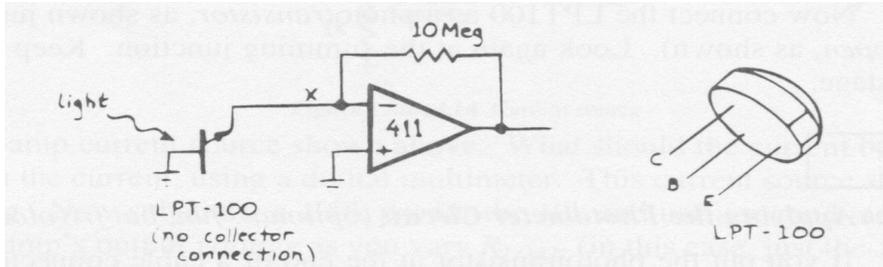
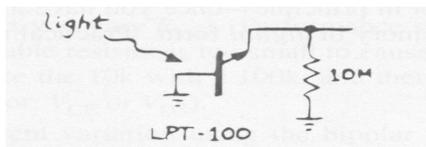

Figure 12: Circuito con photodiode
Figure 13: Un circuito con photodiode meno performante
a) *photodiode* Usare un phototransistor LPT100 (o similari, quali un FPT100 o FPT110: i pinout sono simili a quelli del LPT100) come un *photodiode* nel circuito di fig 12. Controllare il segnale di output, se il livello e' maggiore di 10 V, ridurre il resistore di feedback da $10M\Omega$ a $1M\Omega$. Se compaiono delle oscillazioni in output e' necessario mettere un piccolo condensatore in parallelo con la resistenza di feedback. La R e' abbastanza grande che basta un piccolo condensatore, anche solo uno da $22pF$ causa una caduta del guadagno del circuito a $f_{3dB}(1/2\pi RC)$ di meno di 1 kHz. Nel circuito del *phototransistor*, vedi fig. 13, con la sua piccola resistenza $R_{feedback}$ e' necessario in proporzione una piu' grande capacita' C (piu' grande di un fattore 3, > 1000).